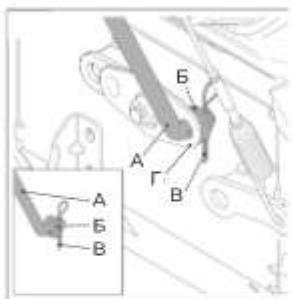

Рис. 5
- Снимите с рычага (рис. 5, поз А) предварительно установленные шайбы (рис. 5, поз Б) и шплинт (рис. 5, поз В)
- Вставьте рычаг (рис. 5, поз А) в кулиску коробки передач (рис. 5, поз Г).
- Установите шайбу (рис. 5, поз Б) и зафиксируйте шплинтом (рис. 5, поз В).